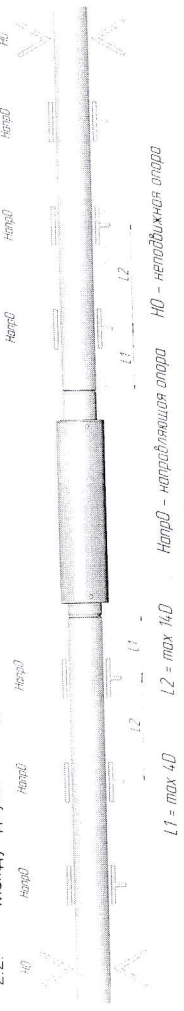

Рис.3
- 2.1. Компенсаторы размещаются на участке трубопровода между неподвижными опорами или естественно неподвижными сечениями трубы (Рис.3).
- 2.2. Между двумя неподвижными опорами может быть установлен только один компенсатор (Рис.3).
- 2.3. Для закрепления трубы на участке между неподвижными опорами обязательна установка направляющих и скользящих опор. Первые направляющие опоры устанавливаются на расстоянии 4 диаметров трубопровода с обеих сторон от компенсатора, вторые на расстоянии 14 наружных диаметров трубопровода от первой опоры, все последующие согласно расчету трубопровода, на устойчивость при проектировании системы (Рис.3).